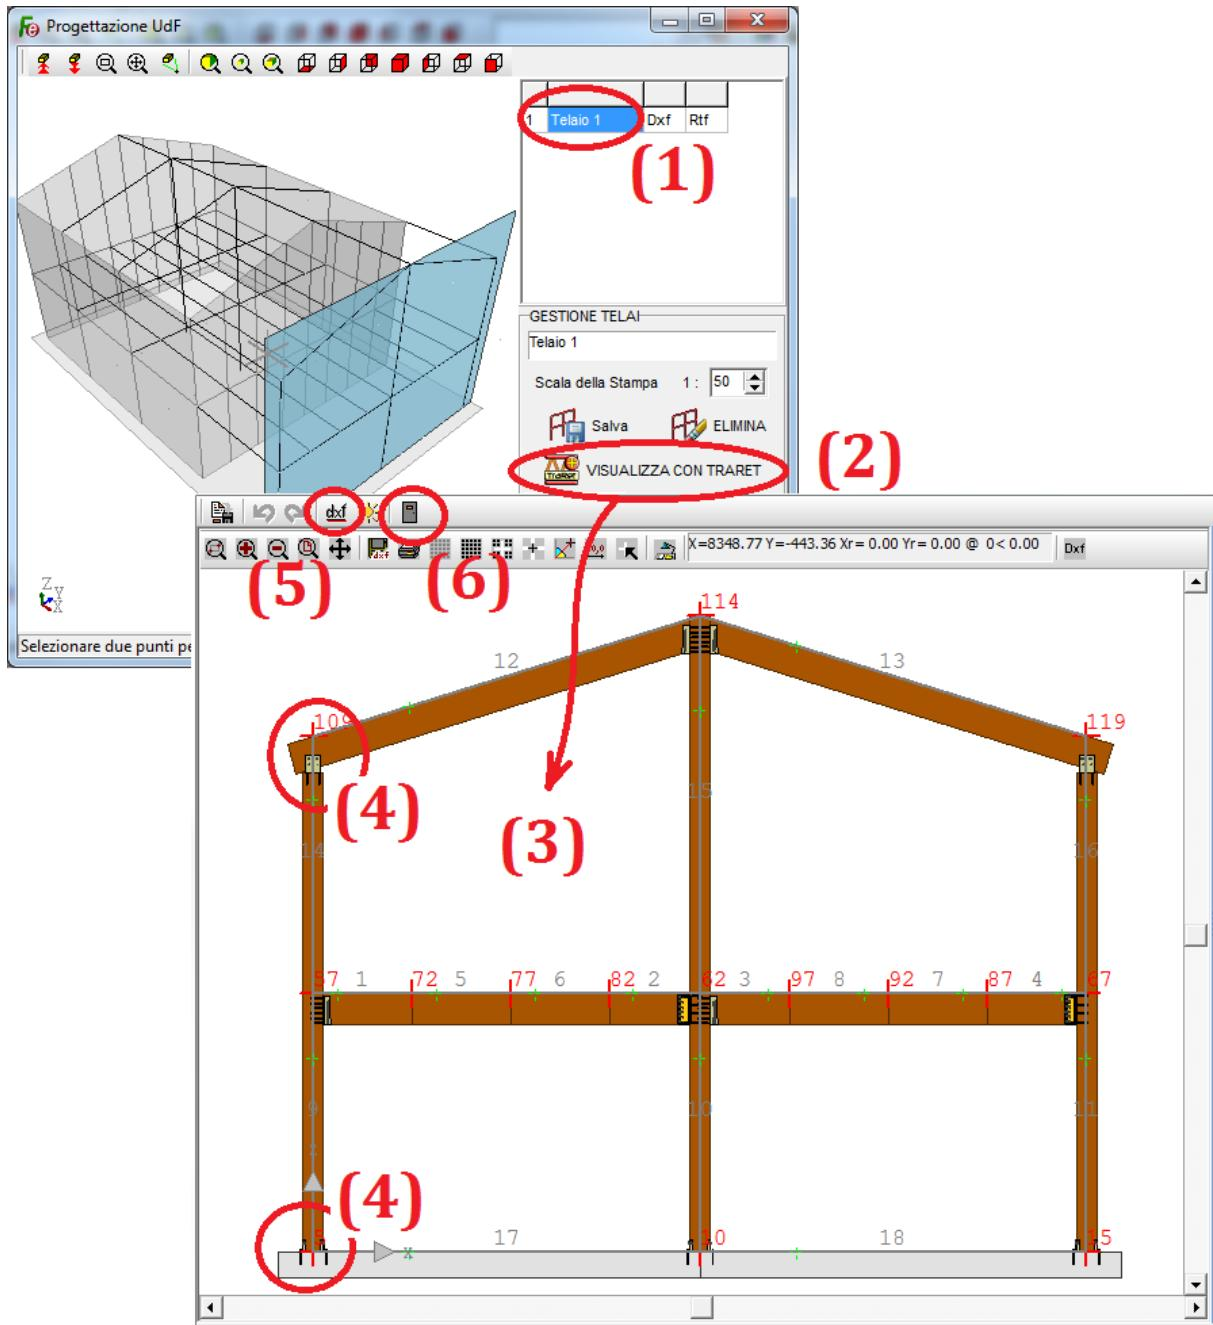

Figura 80
Con riferimento alla figura 80, cliccare in corrispondenza della prima e unica riga (almeno per il momento) della lista dei telai salvati (1) e successivamente sul tasto “*Visualizza con TraRet*” (2) per avviare proprio il software TraRet che graficizza l'intero telaio (3) completo dei collegamenti progettati (4) e del sistema di fondazione.